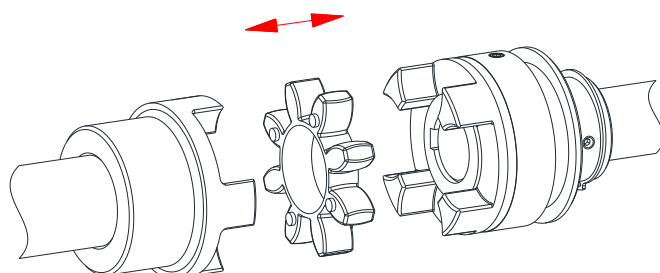

Fig. 7 : Montage de l'anneau
- Insérez le flector (composant 2) dans les doigts du moyeu côté machine ou moteur (voir figure 7).